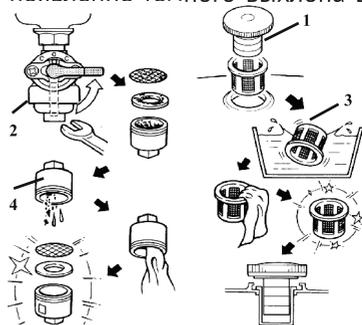

рис. 8
7.5.1 Снимите крышку бензобака 1 (рис. 8) и колпачок крана подачи бензина 2 (рис. 8), стараясь не повредить уплотнения. Слейте остатки топлива во вспомогательную ёмкость.
7.5.2 Удалите загрязнения с фильтров 3 и 4 (рис. 8) промыванием в лёгком растворителе (типа №646, Уайт-Спирит) и продувкой. Высушите фильтры и установите их на место.
7.7.2 Удалите или полностью выработайте имеющуюся в баке топливную смесь. Слив производите, сняв колпачок **2** (рис. 8) крана подачи топлива.